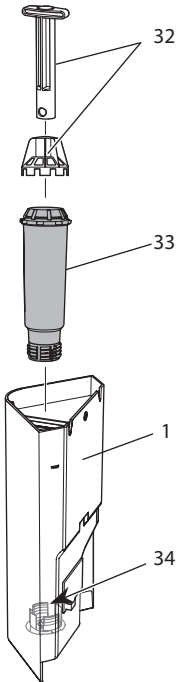

Fig. 18: Skru vandfilter på eller af
7. Sæt et nyt filter ind i vandbeholderen (se Fig. 18).
2. Fjern vandbeholderen (se Fig. 18).